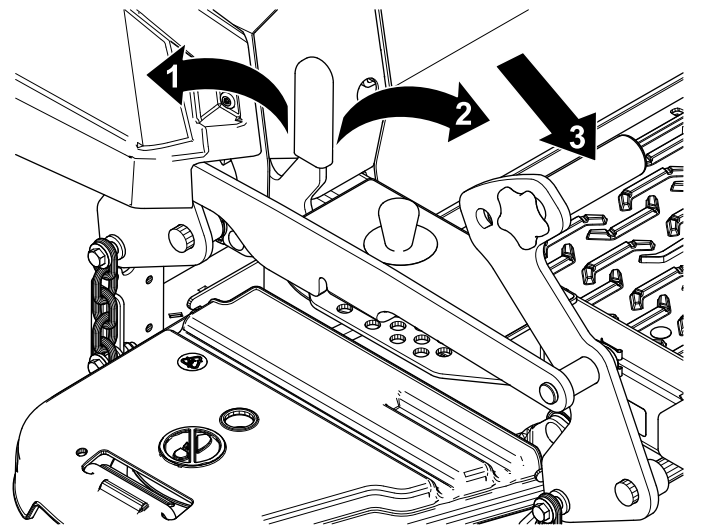

Figure 29
1. Poussez la pédale de levage du plateau de coupe complètement en avant pour bloquer le plateau en position de TRANSPORT (Figure 29).
2. Poussez la pédale de levage du plateau de coupe complètement en avant et tirez le verrou de transport en avant à la position de DÉVERROUILLAGE, puis abaissez lentement le plateau (Figure 29).